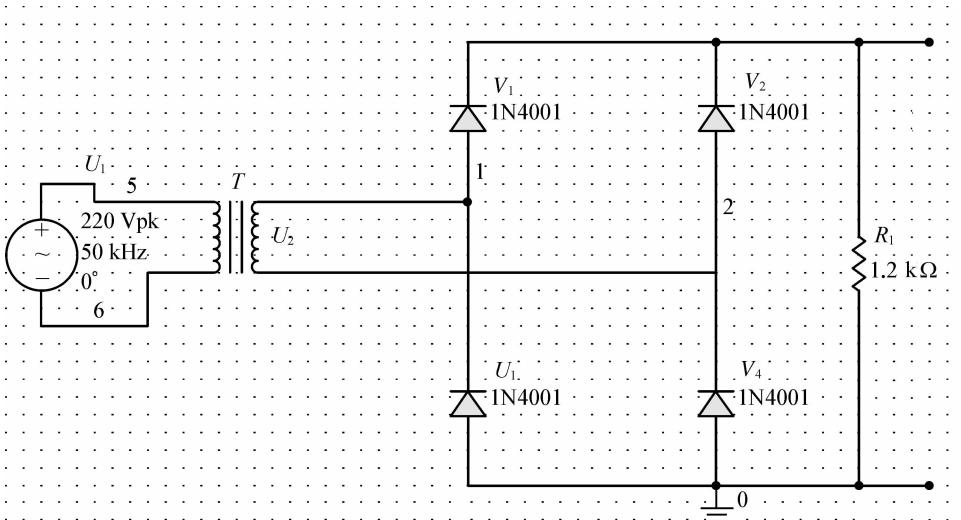

图 1-1-13 原理图
- (1) 按图 1-1-13 所示原理图在万能板上将电路制作完成。